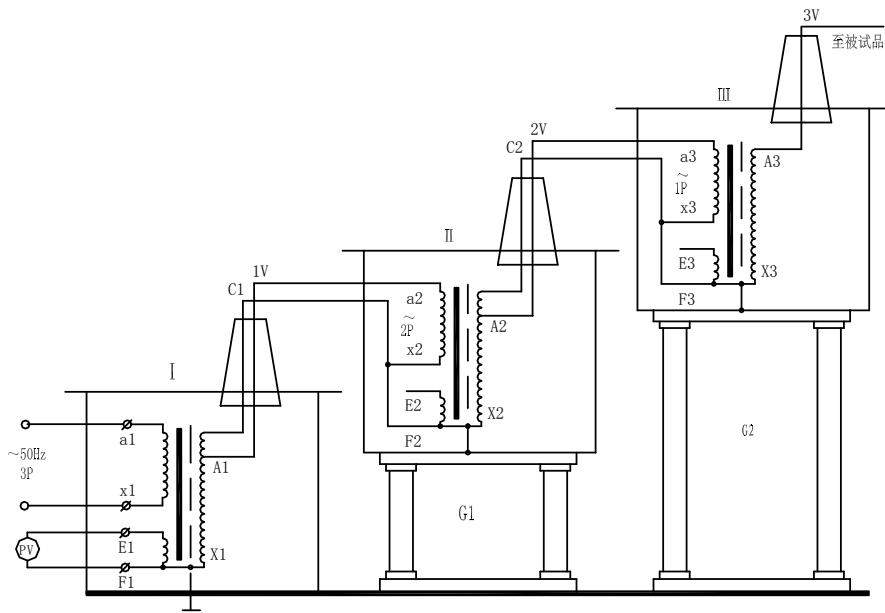

图 5：三台试验变压器串级接线原理图
3、三台试验变压器串级获得更高电压的接线原理见图 5。串级高压试验变压器有很大的优越性，因为整个试验装置由几台单台试验变压器组成，单台试验变压器容量小、电压低、重量轻，便于运输和安装。它既然可串接成高出几倍的单台试验变压器输出电压组合使用，又可分开成几套单台试验变压器单独使用。整套装置投资小，经济实惠。图 5 中，在第一级和第二级的每个单元试验变压器中都有一个励磁绕组 A_1 、 C_1 和 A_2 、 C_2 。在串级试验变压器基本原理图中，